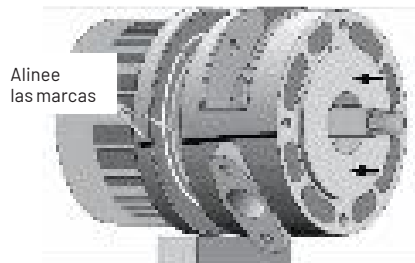

Figura 22
4. Deslice con cuidado el adaptador sobre el eje (ver Figura 22). No dañe la superficie de sellado del eje; está muy pulida y cualquier leve rasguño o muesca la arruinará.